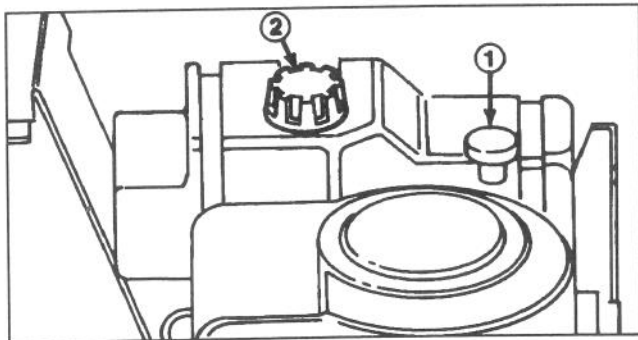

Abbildung 10
2. Den Ölmeßstab abschrauben und aus dem Füllstutzen entfernen (Abb. 10).
1. Den Bereich um den Füllstutzen reinigen, um ein Eindringen von Fremdkörpern in den Tank beim Entfernen des Tankdeckels zu vermeiden (Abb. 10).